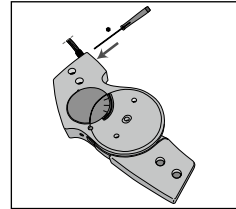

Fig. 8
7. Lossa säkerhetsskruven för konspetsen på ledens sida, två varv räder (**se fig. 8**). Ta inte bort skruven från leden.
18. Dra åt konpunktsäkerhetsskruven tillbaka i leden (se fig. 8).